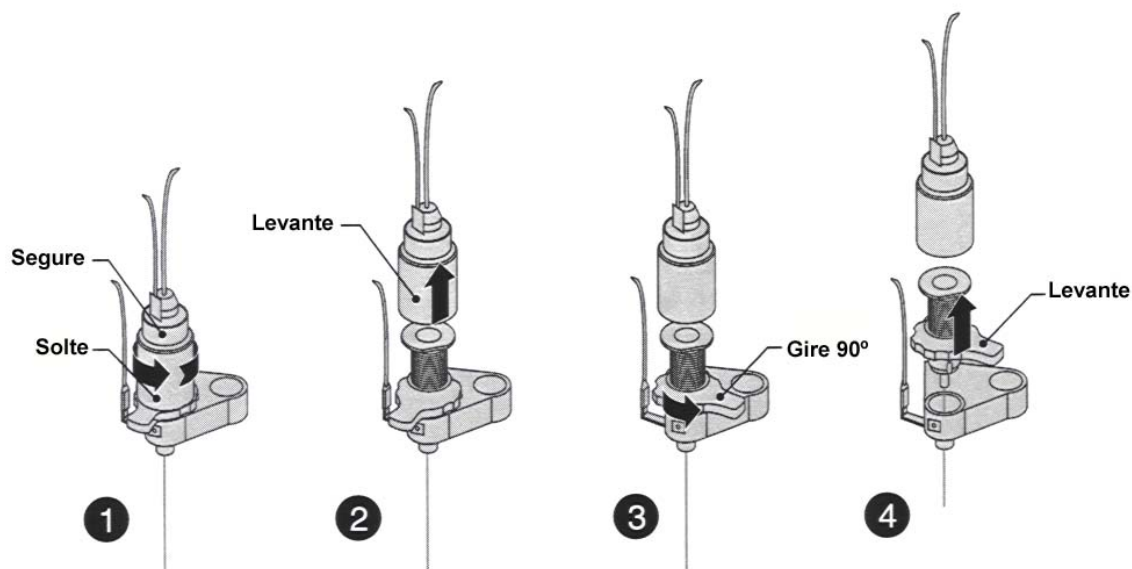

Figura 6
- Soltar a capa de metal do conjunto desatarraxando-a (etapa 1 da figura 6)
- Girar e levantar a capa de metal – (etapa 1 e 2 da figura 6).
- Girar a agulha 90° no sentido anti-horário - (etapa 3 da figura 6).
- Levantar a agulha cuidadosamente - (etapa 4 da figura 6).